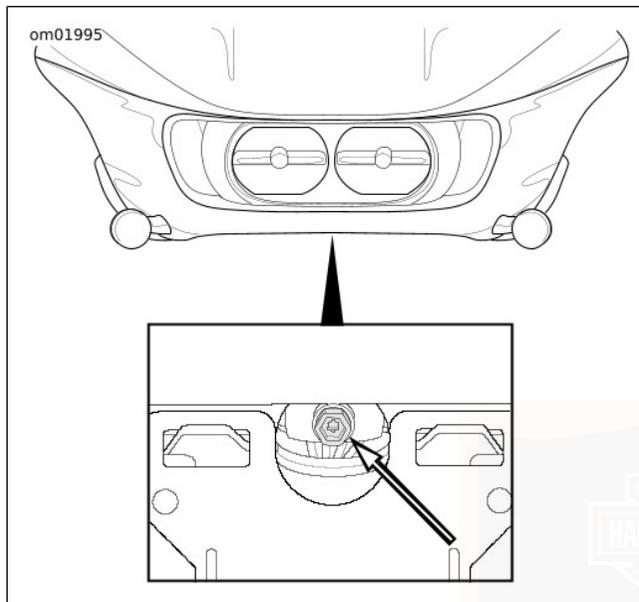

Figure 86. Réglage de phare : FLTRU, FLTRX, FLTRXS
3. **Modèles avec carénage monté sur cadre** : Voir Figure 86.